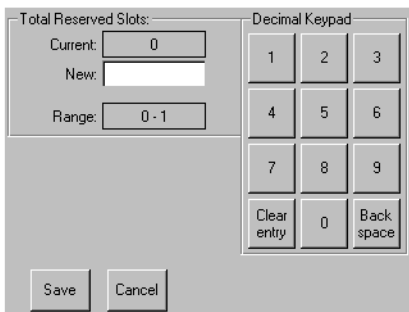

Figura 3-7. Schermata con tastierino numerico degli slot riservati
3. Premere la casella corrispondente all'opzione Total Reserved Slots (Slot riservati totali). Sul display viene visualizzato un tastierino numerico (vedere la Figura 3-7).